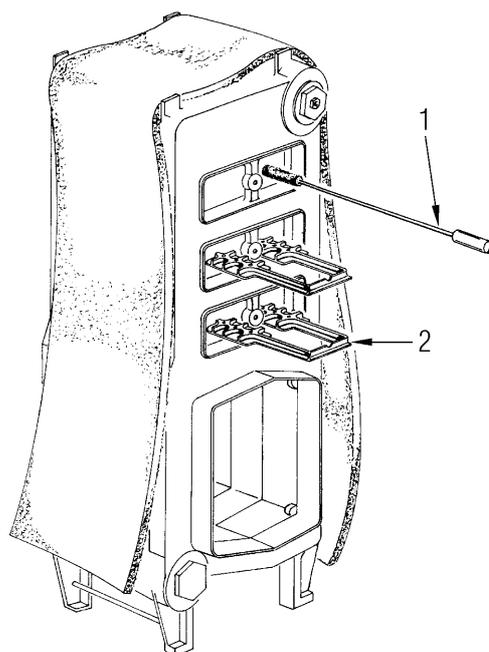

Fig. 14
4.4.1 Nettoyage des passages de fumée (fig. 14)